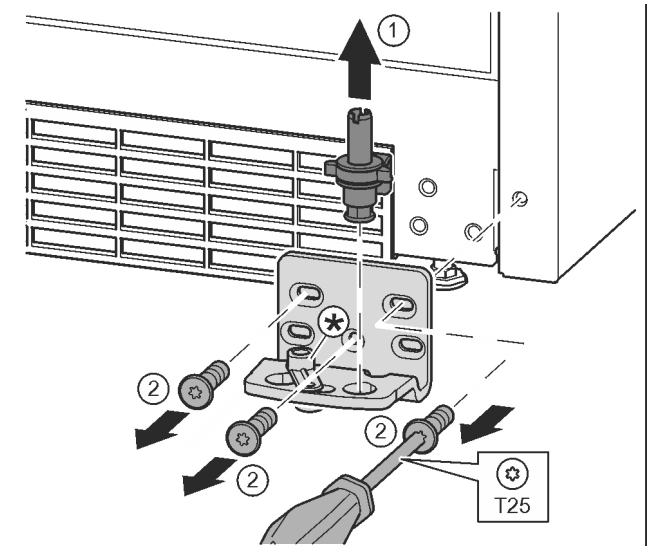

Fig. 16
- ▶ Estrarre il perno di supporto completo verso l'alto. Fig. 16 (1)
- ▶ Con il cacciavite T25 svitare le viti e asportare il blocco di supporto Fig. 16 (2)